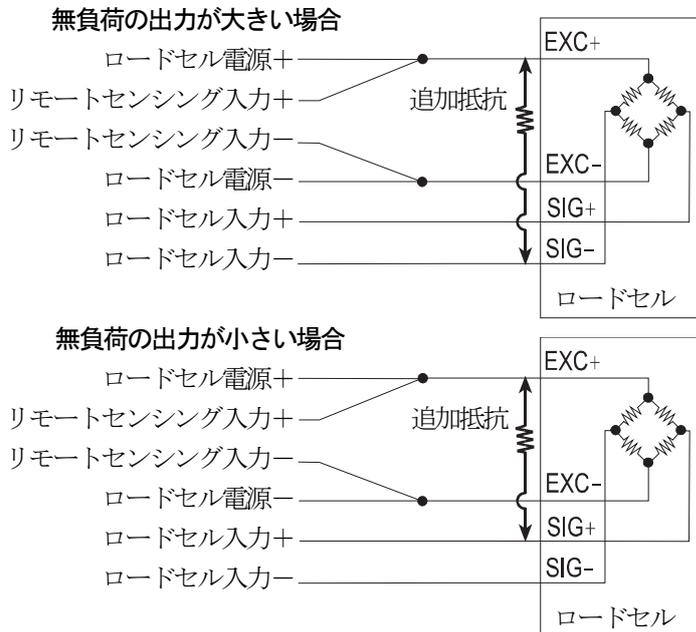

図 6 ロードセルのゼロ点電圧の補正
- キャリブレーション時に、ゼロ点（無負荷）時の出力電圧が大きすぎる場合、または小さすぎる（いずれもゼロ点範囲エラーが表示される）場合は、図 6 のように抵抗を追加することで補正することができます。補正用の抵抗には、温度係数の小さいものを使用してください。